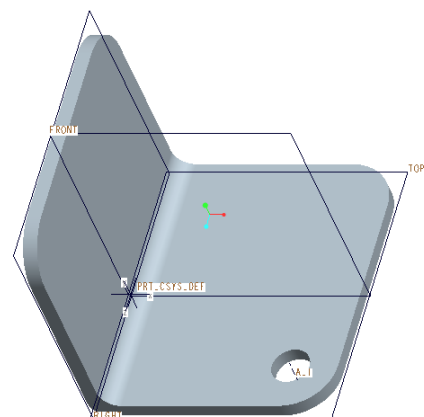

図 3-38 貫通穴
- ダッシュボードで「フィーチャー完了」 をクリックすると図 3-38 のように「貫通穴」が完成する。